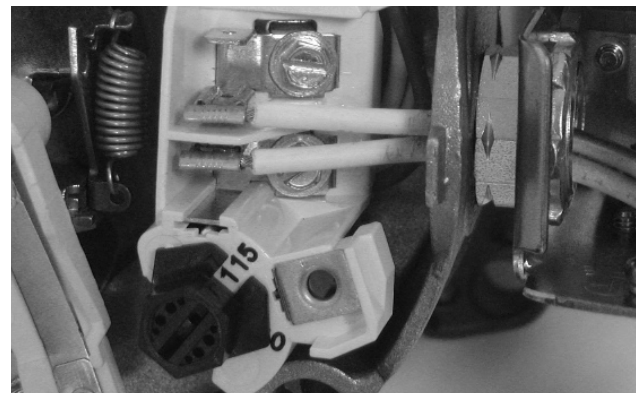

Figura 17 - Voltaje configurado a 115 V, tipo dial
2. Gire el dial en sentido contrario a las agujas del reloj hasta que se muestre 115 en la ventana del dial, como se observa en la Figura 17.